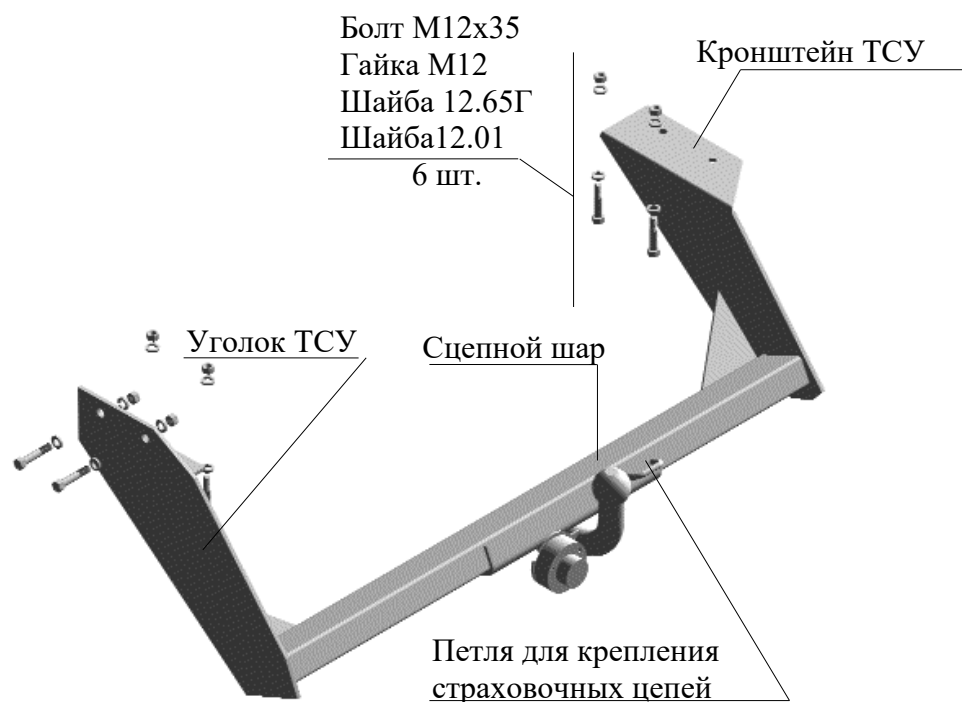

Рис.1 Тягово-сцепное устройство ТСУ 2206
| 2.1 ТСУ 2206 в сборе (рис.1)                          | 1 шт. |
| 2.2 Пакет с комплектующими (см. рис.1)                | 1 шт. |
4.3 Закрепить ТСУ на лонжеронах автомобиля шестью болтами М12х35 в соответствии с рис.1.